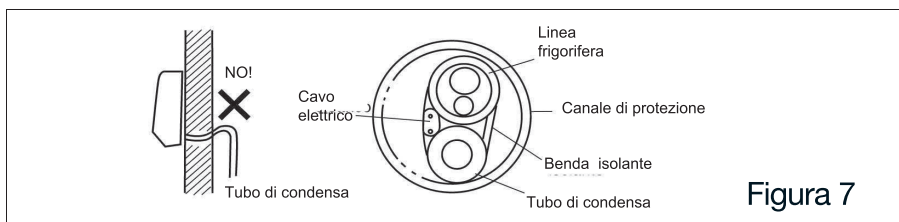

Figura 7
- Evitare innalzamenti nelle linee di collegamento *Vedi figura 7